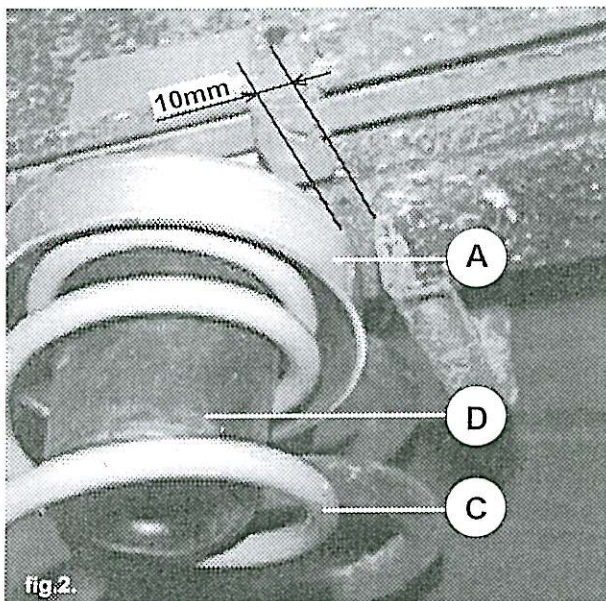

fig.2.
3. Plaats de bovenste veerschotel A met buffer D op het chassis naast de hoofdveer zie fig.2.
3. Place upper brackets A with bumpsstop D on the chassis near the mainspring see fig.2.
3. Platzieren Sie der oberen Federteller A mit Puffer P auf der Chassis neben der Hauptfeder. Siehe Fig.2.